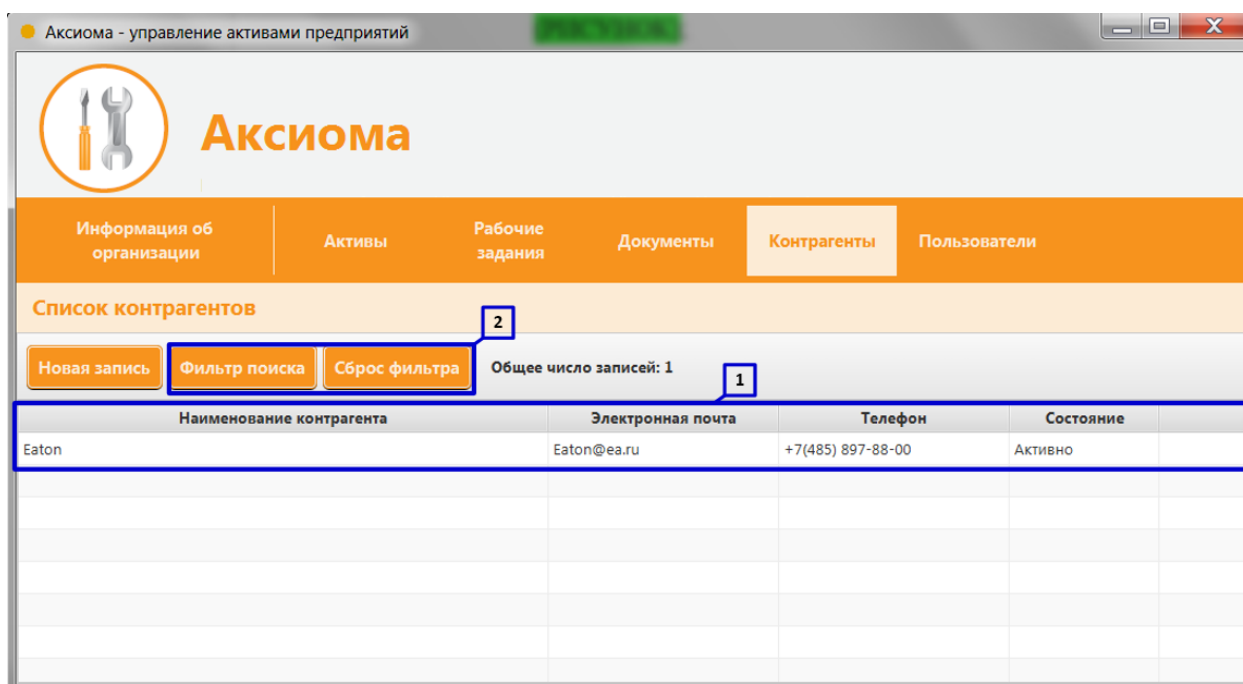

Рисунок 11. Поиск и фильтрация перечня контрагентов
1. Просматривать в виде списка всех заведённых в систему контрагентов (**Рисунок 11 пункт 1**) и осуществлять их поиск, фильтрацию и сортировку (**Рисунок 11 пункт 2**);